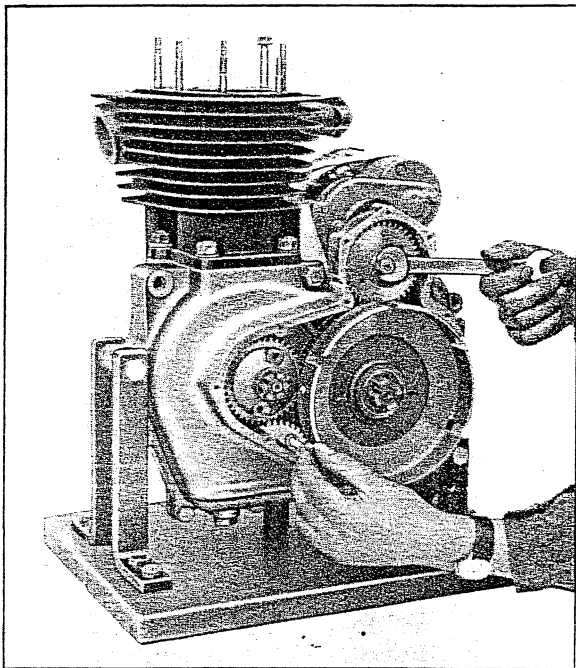

Fig. 12. — Démontage de la magdyno.
- Dévisser l'écrou en bout d'arbre de la commande intermédiaire de magdyno en empêchant la rotation du moteur par calage à l'aide d'un petit secteur denté mis à la partie inférieure des pignons (voir fig. 12).